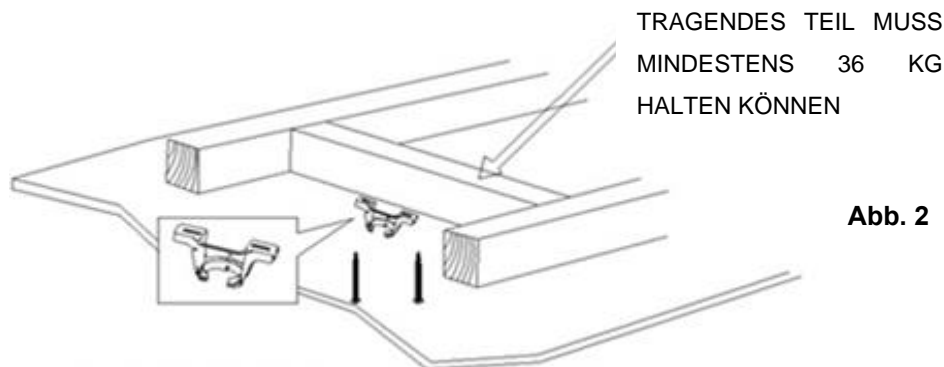

Abb. 2
- Schrauben Sie mithilfe der beiden langen mitgelieferten Schrauben die Halterung an einen Deckenbalken oder Träger an, der mindestens 36 kg tragen kann. Stellen Sie sicher, dass mindestens 30 mm der Schraube in das tragende Bauteil eingeschraubt sind. (Abb. 2)